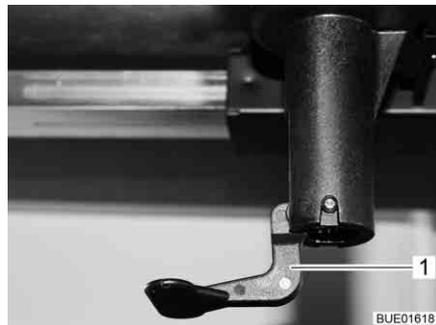

Bild 135 Entriegelung Tischplatte
- Verriegelungshebel (Bild 135,1) nach unten klappen.